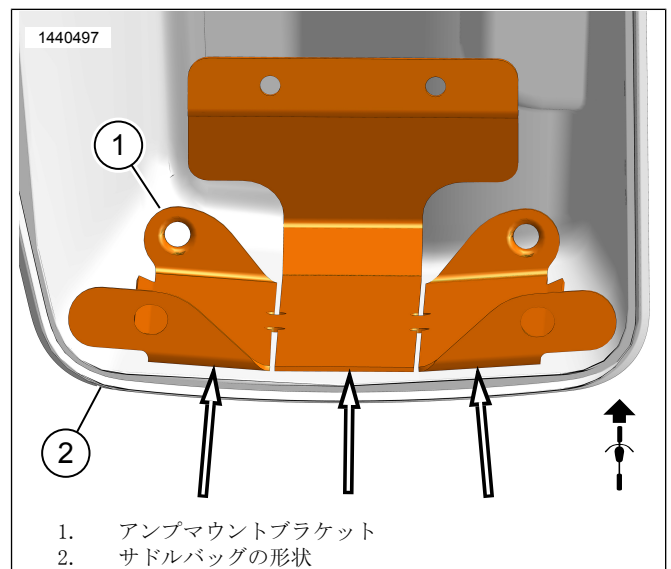

図6。サドルバッグの形状
b. 図6を参照してください。マウントブラケット(1)のスリットを使用して、揺れることなくサドルバッグの輪郭(2)に合うように曲げます。これにより、テープとの接触と密着性が向上します。この時点ではテープを剥がさないで下さい。